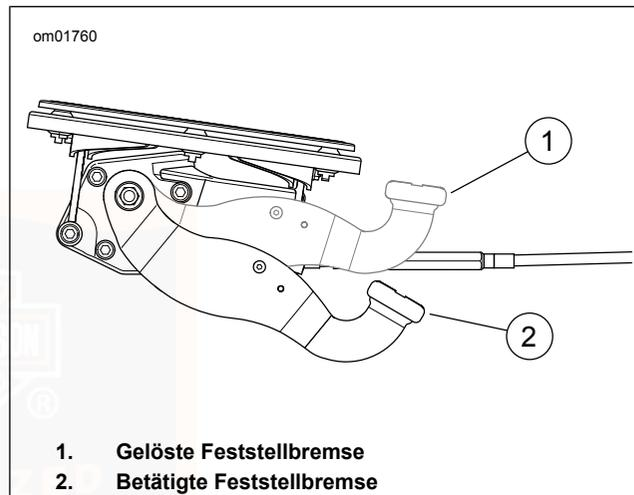

Abbildung 22. Handbremse
Siehe Abbildung 22. Das Feststellbremspedal befindet sich auf der linken Fahrzeugseite. Die Feststellbremse lässt die Bremsen für beide Hinterräder mechanisch einrasten und hindert das geparkte Fahrzeug so daran, wegzurollen. Die
4. Siehe Abbildung 22. Das Feststellbremspedal fest mit dem linken Fuß herunterdrücken, bis es nicht mehr weiter heruntergedrückt werden kann.
2. Siehe Abbildung 22. Mit dem linken Fuß fest das Feststellbremspedal herunterdrücken und loslassen. Die Feststellbremse kehrt zur losgelassenen Position zurück.